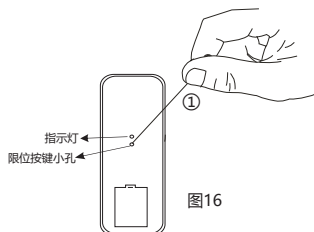
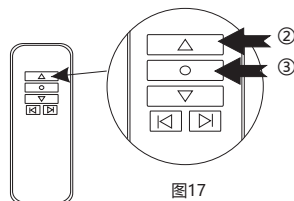

图16
图17
- 用一根小回形针或小圆针，插入遥控器背面升降架电子定位设置键孔（如图16），按下升降架电子定位设置键后，红蓝色发光二极管点亮，再按升降架上行键，此时，待升降架上升到合适的位置后按下遥控器停止键（如图17），再按下降键电子定位设置键，红蓝发光二极管熄灭，此时升降架上下运一下，升降架电子上限位设置完成。